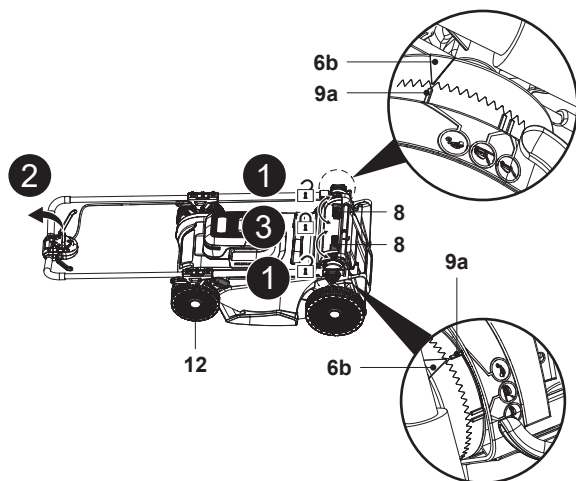

Fig. 23
1. Oprește produsul și scoate acumulatorul (24) înainte de depozitare.
- Scoate colectorul de iarbă (7) / accesoriul de mărunțire (23).
- Pune maneta pentru reglarea înălțimii de tăiere (12) în poziția cea mai joasă.
- Slăbește cele două manete de fixare (8), apoi pliază complet ansamblul mânerului (fig. 23, pașii 1 și 2).
- Fixează conexiunile blocând cele două manete de fixare (8) și asigură-te că triunghiul indicator (6b) este aliniat cu indicatorul de parcare (9a) pentru a evita extinderea (fig. 23, pasul 3).